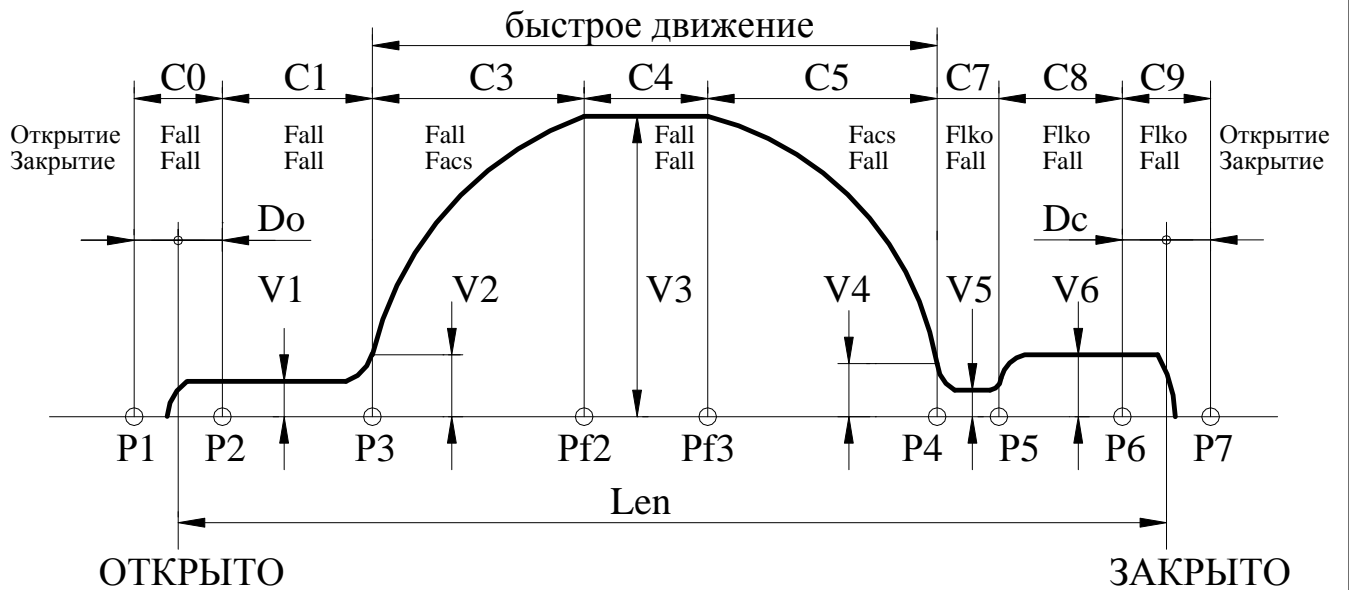

Рис.5. Траектория движения.
3.7.3.3. При **полном закрытии**, когда одновременно поданы команды ЗД и ДК и *Устройство* определило наличие упора в зоне С9 (см. **рис.5**), произойдет синхронизация *Устройства* на значении проема, ранее измеренного и записанного в память ($Len=tP.21$).
3.7.3.6. Если проем был уже промерен, то после синхронизации, *Устройство* начинает двигаться по траектории, показанной на **рис.5**.
3.7.4.2. После инициализации измерения проема необходимо подать команду ЗД. При **полном закрытии**, когда одновременно поданы команды ЗД и ДК и *Устройство* определило наличие упора в зоне С9 (см. **рис.5**), произойдет синхронизация *Устройства* на минимально возможном значении проема и будет выдан сигнал ВКЗ. После этого нужно подать команду ОД. При получении упора при открытии будет выдан сигнал ВКО. *Устройство* сравнит полученное значение длины проема с минимальным и максимальным значением и, если оно будет находиться в допустимых пределах, произойдет запись полученного значения в память, в противном случае будет выдана ошибка **ELrL** (длина проема находится вне допустимых пределов) и записи полученного значения в память не произойдет.
3.7.7.4. *Устройство* обрабатывает траекторию движения, показанную на **рис.5**, справа налево.
3.7.8.4. *Устройство* обрабатывает траекторию движения, показанную на **рис.5**, слева направо.
3.7.8.7. При **полном закрытии**, когда одновременно подан ДК и *Устройство* определило наличие упора в зоне С9 (см. **рис.5**), выдается сигнал ВКЗ. После этого *Устройство* переходит в режим одностороннего удержания.
- **E0L** – переезд зоны полного открытия (**C0, рис.5**) или полного закрытия (**C9, рис.5**). *Синхронизация* в этом случае выключается. Ошибка сбрасывается при смене кода направления вращения, но затем необходимо провести *синхронизацию* заново. При повторном неоднократном возникновении данной ошибки нужно провести **измерение проема**, если затем эта ошибка все равно будет возникать, необходимо проверить механику привода.
- $C_err=tP.61$ – участок движения (**рис.5**), на котором произошла ошибка при наличии синхронизации, $C_err=11$ при отсутствии синхронизации.
3.8.1. Рис.5, на котором показана траектория движения, отслеживаемая Устройством, поясняет назначение многих параметров, рассмотренных ниже. На рис.5 отображено также распределение сил на участках траектории отдельно при открытии и при закрытии (при переходе в режим удержания устанавливается соответствующая сила удержания).
- Если $Var_sl=1$, то точка препятствия запоминается и происходит замедление скорости движения при подходе к точке препятствия до $Vbar$. При отсутствии препятствия в том же месте, дальнейшее движение происходит по кривой, указанной на **рис.5**.
3.8.7.14. **Номер D** – C_vko (мм) – дополнительное смещение точки **P2(рис.5)** для расширения диапазона выдачи и удержания сигнала ВКО. Если препятствие находится в зоне C_vko , то выдается ВКО и включается режим одностороннего удержания. Координата точки удержания определяется из выражения $Xargo = Xup + Dkeero - 30$, где Xup – координата препятствия.
3.8.7.15. **Номер E** – C_vkz (мм) – дополнительное смещение точки **P6(рис.5)** для расширения диапазона удержания сигнала ВКЗ.